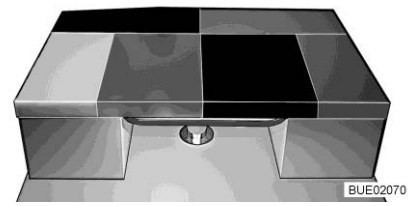

Bild 159 Efter ombyggnaden
- Lägg extra dynan på bordet (se Bild 159).